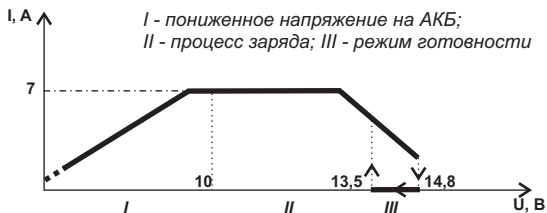

Рисунок 2 - Вольт-Амперная характеристика работы Вымпел-15 и Вымпел-18 (схематично)
- г. **Заряд АКБ в автоматическом режиме** (на Рис. 2 интервал II).
Режим готовности (на Рис. 2 интервал III). При наборе основного объема заряда ЗУ переходит в режим периодического отключения. При этом индикатор «Режим» периодически меняет свой цвет с зеленого на красный и обратно.